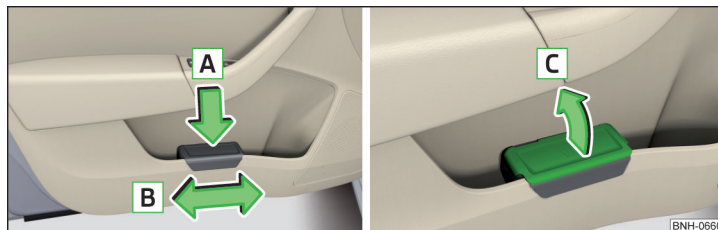

Abb. 69 Abfallbehälter: einsetzen und verschieben / öffnen
- Den Abfallbehälter im hinteren Bereich in Pfeilrichtung **A** eindrücken » Abb. 69.
➤ Den Abfallbehälter entgegen der Pfeilrichtung **A** herausnehmen » Abb. 69.
➤ Den Deckel in Pfeilrichtung **C** anheben » Abb. 69.